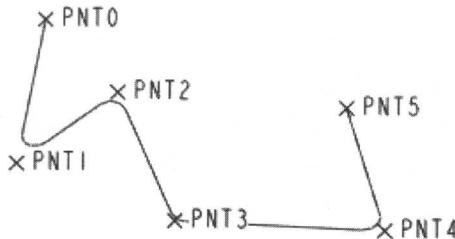

图 1-6 经过点的曲线
Step 4 继续在图形窗口中依次选取基准点 PNT3、PNT4 和 PNT5，然后在“连结类型”菜单中单击“完成”命令，并在“曲线：通过点”对话框中单击“确定”按钮，完成此特征的创建。效果如图 1-6 所示。